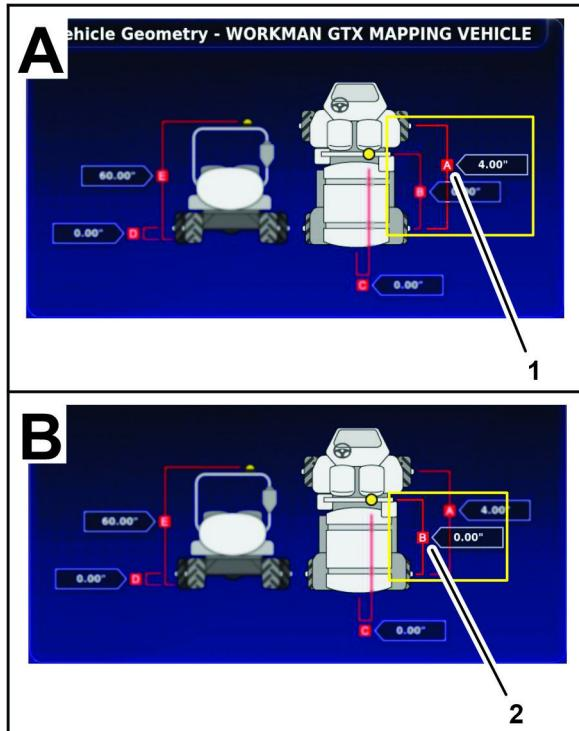

Figura 181
1. Sulla macchina utilizzata per la mappatura dei confini del campo, misurate la distanza tra le linee centrali degli assali anteriori e posteriori (Figura 181) e registrate la misurazione nel modulo di geometria del veicolo che segue.
2. Misurate la distanza tra la linea centrale degli assali posteriori e il centro del ricevitore satellitare (Figura 181) e registrate la misurazione nel modulo di geometria.